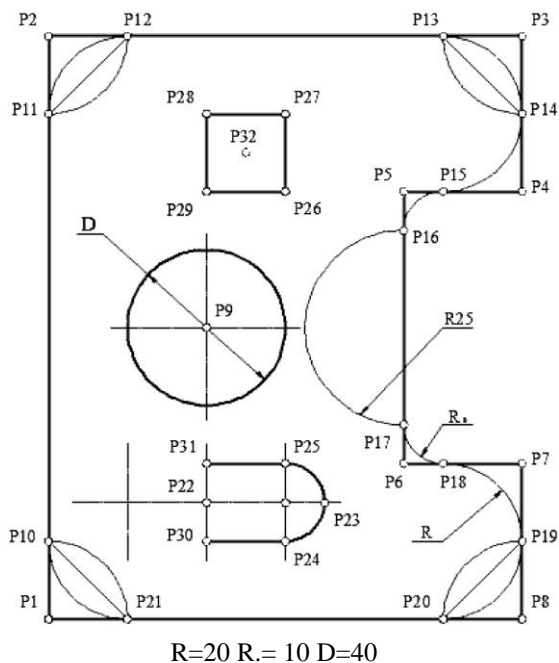
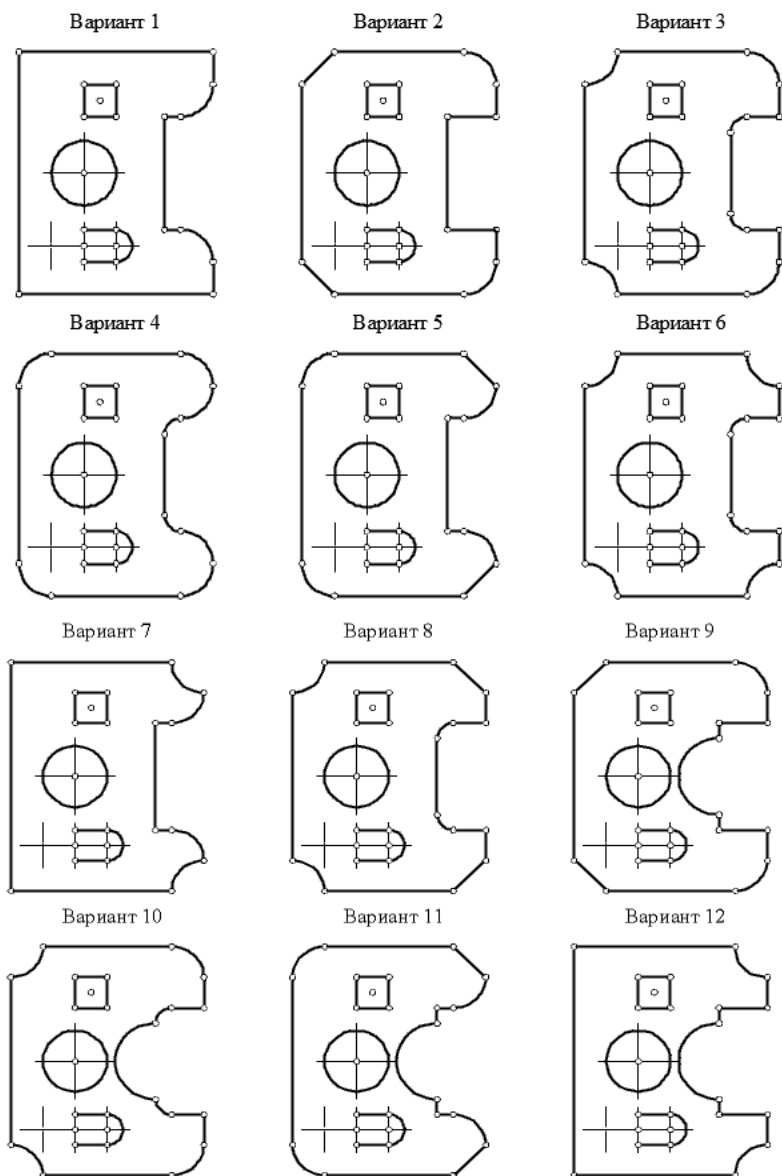

Рис. 4 – Схема характерных опорных точек
Рис. 5 – Варианты плоских контуров
3. Команда **Отрезок**. По приведенным координатам опорных точек (Таблица 1), используя схему (рис. 4) начертить все прямолинейные сегменты плоского контура заданного варианта (рис. 5).